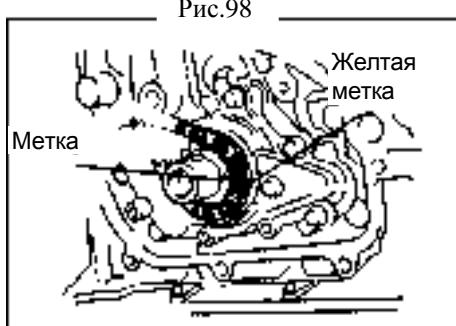

Рис.98
- (b) Установите цепь на звездочку коленвала и совместите звено цепи с желтой отметкой с отметкой на звездочке коленвала. Совет: цепь имеет 3 звена с желтой отметкой (рис.98).